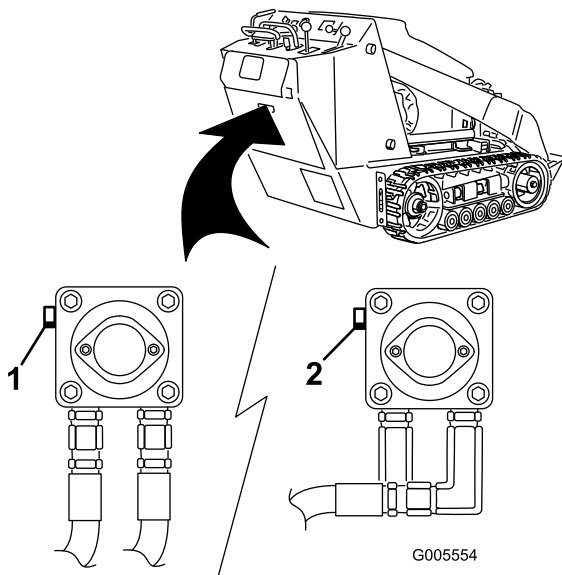

Figura 18
3. Con l'aiuto di una chiave, girare due volte in senso antiorario le valvole per il rimorchio situate sulle pompe idrauliche (Figura 18).